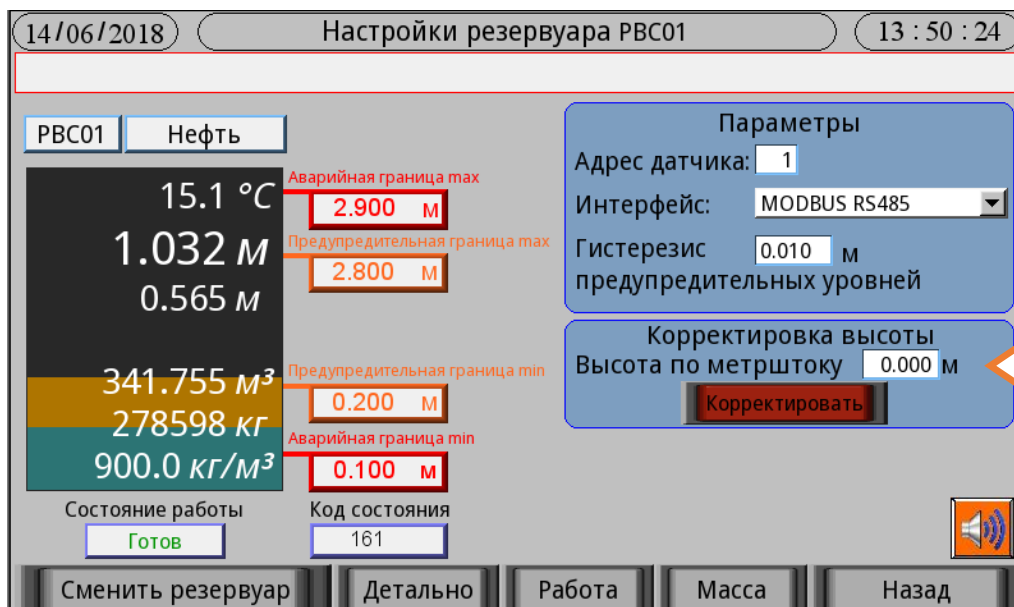
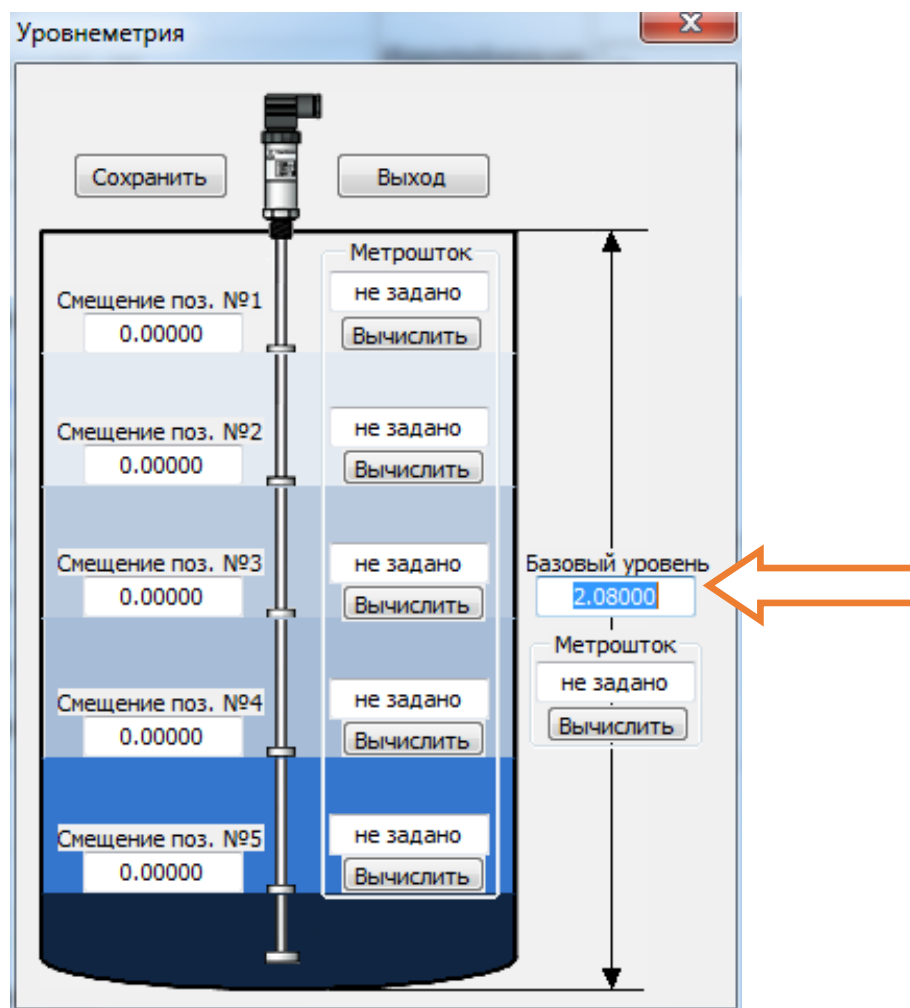

Рисунок 19 – Окно ввода корректировки высоты в панели оператора
Рисунок 20 – Окно ввода корректировки высоты в терминальной программе
1. Произведите коррекцию базы установки (смещение уровня) в резервуаре на вторичном приборе (панель оператора) (рис. 19) или в терминальной программе (рис. 20).
2. В случае использования плотномера в составе системы СИМ ВЕКТОР, откройте окно настройки резервуара, используя Руководство оператора из комплекта поставки. Введите измеренное в пункте 4.3.3.4 значение уровня залива в разделе «Корректировка высоты» в поле «Высота по метрштоку» (рис. 19). Нажмите «Корректировать».